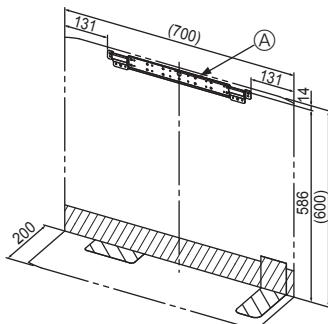

Fig. 3-1
- Breng de beugel stevig op de wand aan (met draadeinden en dergelijke). (Fig. 3-1)